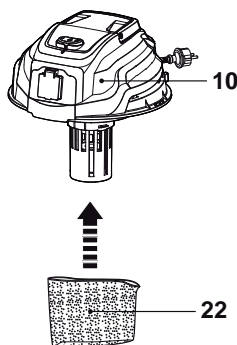
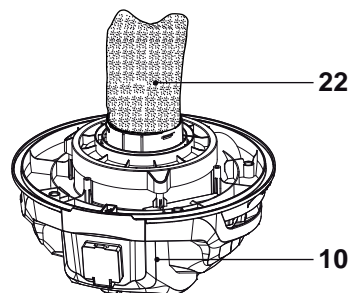

Fig. 10
Fig. 19
- > Deslice la funda de espuma (22) en la unidad del motor (10) (Fig. 10). Asegúrese de que encaja bien en su posición. Véase la Fig. 19.
Use la funda de espuma (22) al aspirar en húmedo (Fig. 19). Si utiliza el producto sin la funda de espuma (22) puede dañar la unidad del motor.